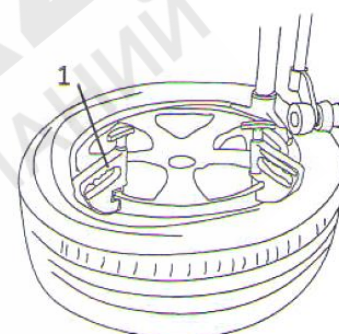

Рис.12
2. Надавить на верхний борт прижимным роликом, установить прижимное приспособление над шиной. Нажать педаль, стол начнет вращение вместе с прижимным приспособлением. Монтаж шины на обод колеса выполнен (рис. 12).